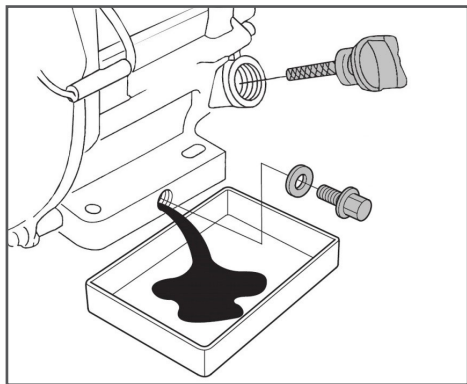

Рис. 17 Замена масла в двигателе
5. Открутите пробку для слива масла и слейте отработанное масло в подготовленную для этого емкость (Рис.17).